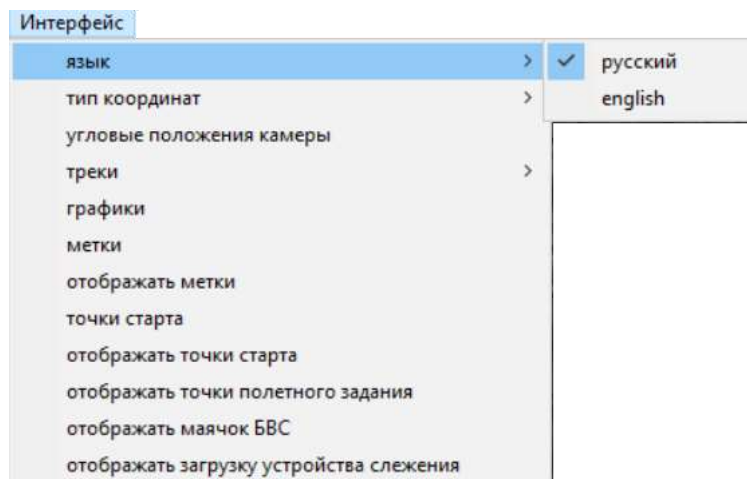

Рисунок 32 – Выбор языка интерфейса программы управления БВС
5.3.1 Пункт «Язык» предназначен для изменения языка интерфейса программы управления БВС и позволяет осуществить выбор между русским и английским языками (Рисунок 32). Выбранный язык интерфейса маркируется символом «галка».